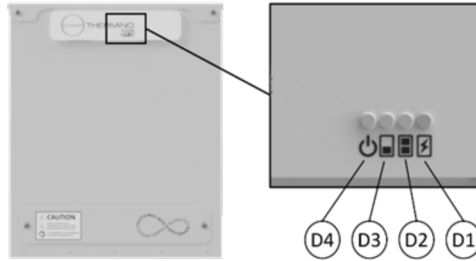

Abbildung 13 - LED-Betrieb der Flextherm Eco G2 E Heat Batterie
4. Überprüfen Sie die Vorderseite der Wärmebatterie, um sicherzustellen, dass die LEDs "Power" und "Heizelement" leuchten (siehe Abbildung 13 und Tabelle 9).